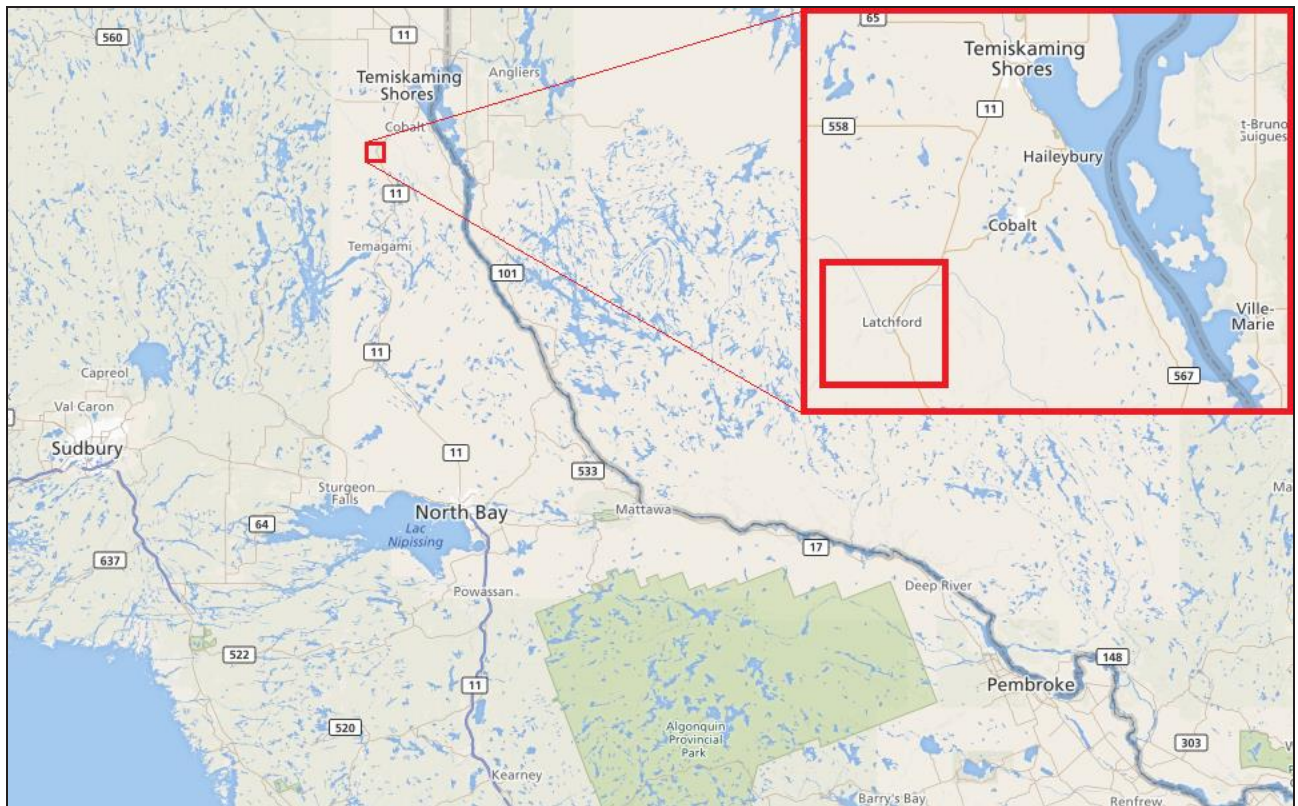

Figure 1 : Emplacement de la ville de Latchford (Ontario).
- 1) **Emplacement du barrage.**— Le barrage de Latchford est situé à proximité de la route 11 dans la ville de Latchford, à environ 130 km au nord de North Bay (voir figures 1 et 2). Il n'y a actuellement aucun service sanitaire (eau, toilettes) au barrage de Latchford. Il n'y a actuellement aucun service sanitaire (eau, toilettes) au barrage de Latchford.